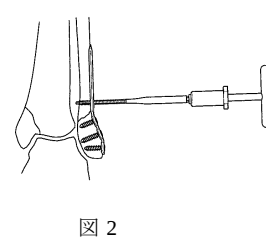

図 2
2) 3.5 コーティカルスクリュータップの他端に T ハンドルを装着し、イメージインテンシファイヤー（X 線透視）で確認しながらプレタップを行い、スクリューを挿入します。（図 2）